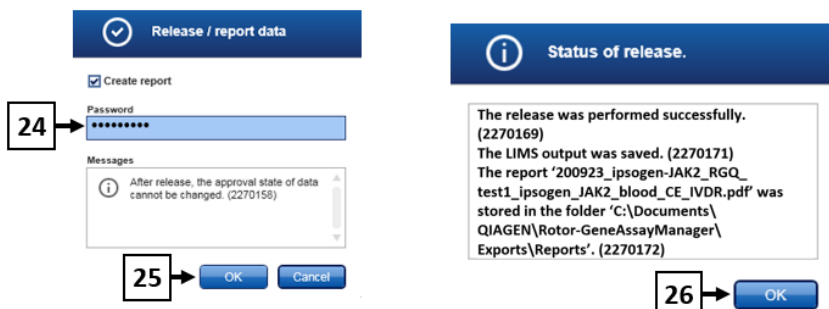

Figura 20. Desbloqueo e informe de datos. 24: Contraseña de usuario. 25-26: Botón OK (Aceptar) para seleccionar.
- Introduzca una contraseña si es necesario, marque la casilla **"Create report"** (Crear informe) y haga clic en **"OK"** (Aceptar) (Figura 20, casillas 24 y 25). El informe se generará en formato .pdf y se guardará automáticamente en la carpeta predeterminada.
- Cierre el archivo PDF y vuelva a Rotor-Gene AssayManager. Haga clic en **"OK"** (Aceptar) cuando se le indique (Figura 20, casilla 26).